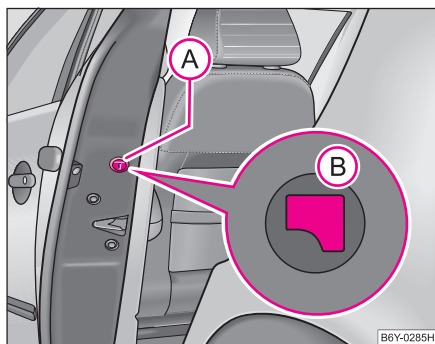

Fig. 24 Puerta trasera:
- Desmontar el paramento (A) ⇒ fig. 24.
- Insertar la llave en la abertura debajo del paramento y empujar la palanca de inmovilización (B) hacia dentro hasta el tope.